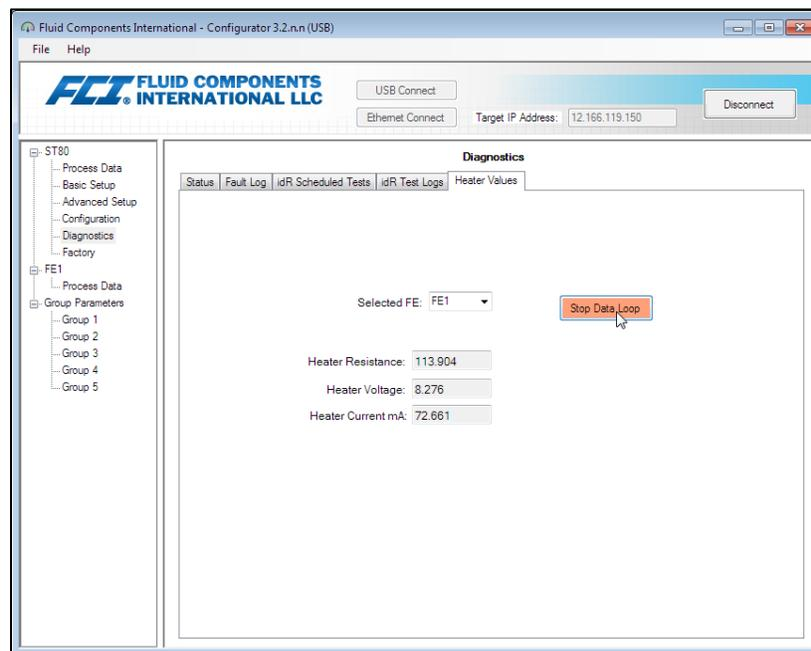

Figura 54 – Esempio di scheda Valori riscaldatore (Diagnostics)
1. Accedere alla scheda **Heater Values** dal ramo **Diagnostics** della struttura del menu. Vedere Figura 54 di seguito.